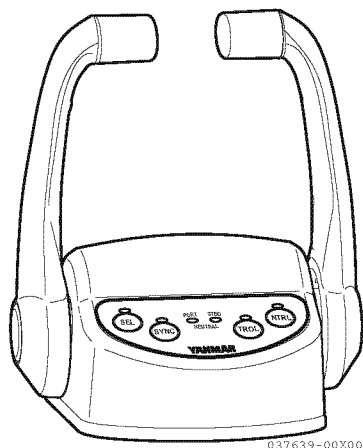
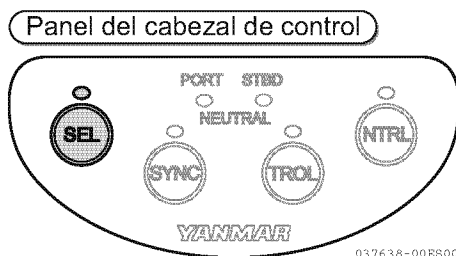

Figura 2
Figura 3
- La lámpara del panel de interruptores se encenderá y la lámpara SEL (**Figura 2**) del mando de control (**Figura 3**) se encenderá y parpadeará.